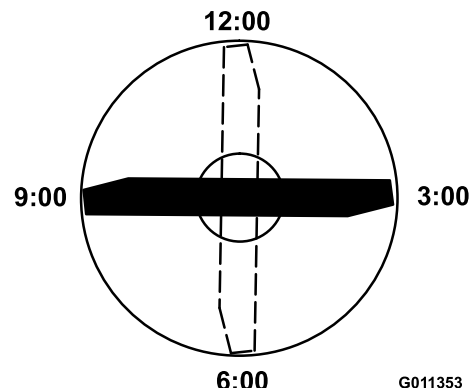

Figura 104
4. Coloque el filo de corte del extremo marcado de la cuchilla en la posición de las 12 (hacia adelante, en el sentido de la siega) (Figura 104) y mida la altura desde la mesa hasta el filo de corte de la cuchilla.
5. Gire el extremo marcado de la cuchilla a las posiciones de las 3 y de las 9 (Figura 104) y mida las alturas.